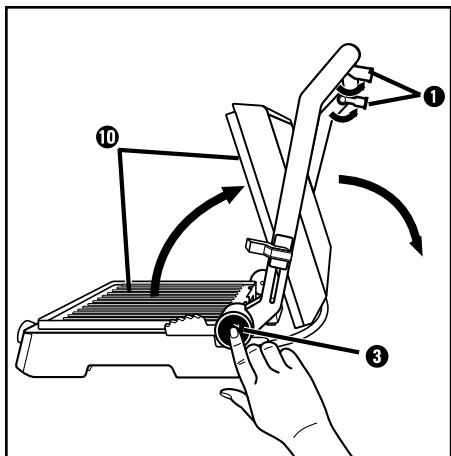

Fig. 1
- 1) Déliez les deux pieds 1 (fig. 1)
- 2) Appuyez sur la touche de déverrouillage 180° 3 (fig. 1) et ouvrez le couvercle de l'appareil de manière à ce que les deux plaques chauffantes 10 puissent être utilisées comme gril de table.